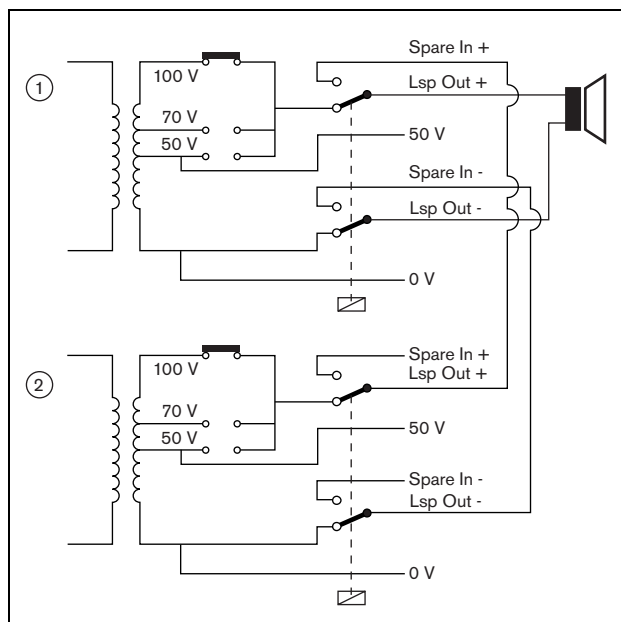
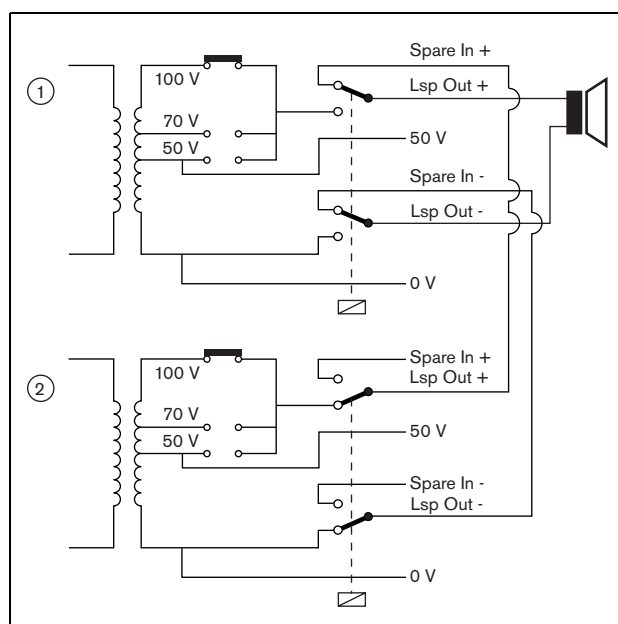

figura 8.7: Amplificatore di potenza, prima della commutazione di riserva
figura 8.8: Amplificatore di potenza, dopo la commutazione di riserva
La commutazione di riserva viene effettuata da un relé. Vedere figura 8.7 per quanto riguarda la situazione prima della commutazione di riserva e figura 8.8 per la situazione dopo la commutazione di riserva. Fintanto che l'amplificatore di potenza principale (1) funziona correttamente, questo relé viene alimentato (vedere figura 8.7) e l'audio è instradato sulla linea altoparlanti (terminali *Lsp Out+* e *Lsp Out-*). Sull'amplificatore di riserva (2) non viene instradato alcun audio, dal momento che non ha nessuna connessione con nessuna linea altoparlanti.
Nel momento in cui l'amplificatore principale (1) smette di funzionare, il relé viene privato dell'energia e gli interruttori tornano nelle loro posizioni predefinite: *Spare In -* e *Spare In +* (vedere figura 8.8). Questo significa che l'uscita audio dell'amplificatore di riserva (2) viene instradata sulla linea altoparlanti attraverso l'amplificatore principale (1). Le impostazioni di configurazione (vedere sezione 32.3) delle uscite audio vengono trasferite dall'amplificatore di potenza principale a quello ausiliario. Le impostazioni di configurazione di ingressi audio, ingressi di controllo e uscite di controllo non vengono trasferiti agli amplificatori ausiliari.